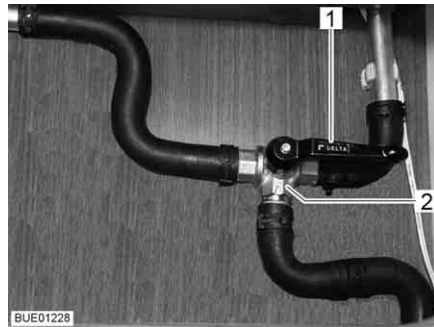

Fig. 136 Vanne à 3 voies
- Positionner le levier (Fig. 136,1) de la vanne à 3 voies (Fig. 136,2) parallèlement au sens du débit linéaire (Fig. 136).
- Positionner le levier (Fig. 136,1) de la vanne à 3 voies (Fig. 136,2) perpendiculairement au sens du débit linéaire.